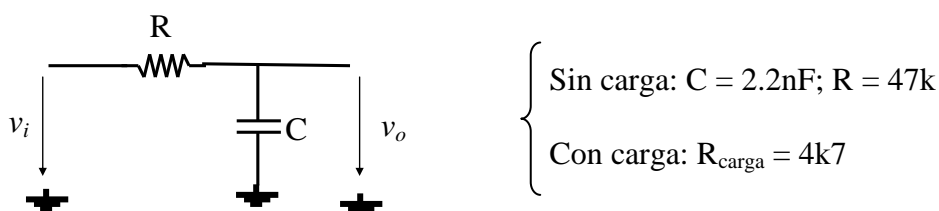

Figura 5.17
Comprueba el efecto de la carga sobre la capacidad de filtrado del circuito de la figura 5.17. Compara su comportamiento como filtro paso bajo, observando los dos parámetros más importantes:
- Monta el circuito de la figura 5.16 y compara los resultados con los del montaje de la figura 5.17.